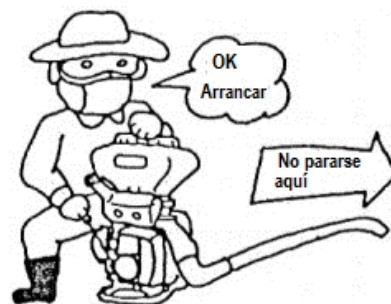

Fig. 14
5. Arrancando el Equipo Fig. 14.
- (1) Coloque la manguera de polvo en la posición más baja antes de arrancar el motor, de lo contrario los productos químicos se perderán al arrancar el motor.
- (2) Esta prohibido pararse enfrente de la boquilla. A pesar de que la salida del polvo se cierra, el polvo residual en la tubería debe ser sacado. Muestra en Fig. 14.